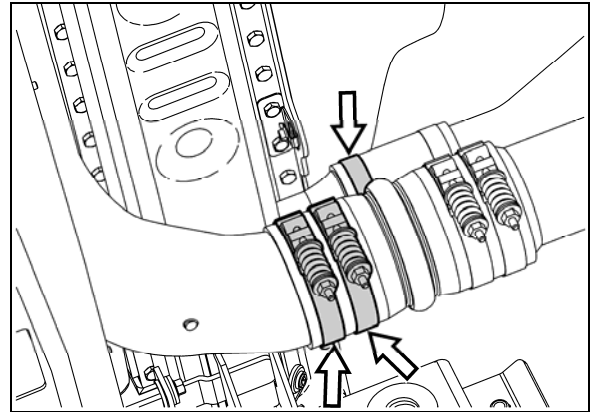

FIGURE 24 : TUYAUX ARRIÈRE LIQUIDE DE REFROIDISSEMENT ET D'AIR DE SURALIMENTATION
11. Démontez les colliers de serrage des boyaux arrière du liquide de refroidissement et d'air de suralimentation, puis dégager les boyaux (Figure 24).